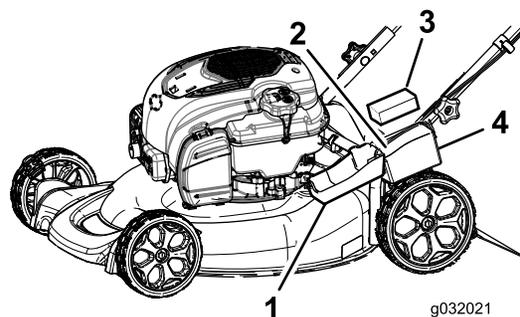

Figura 29
1. Sbloccate il coperchio della batteria e toglietelo (Figura 29).